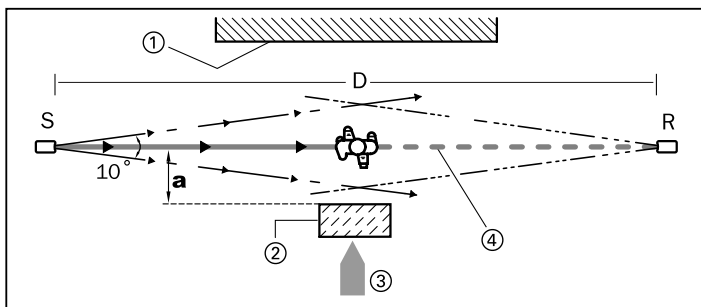
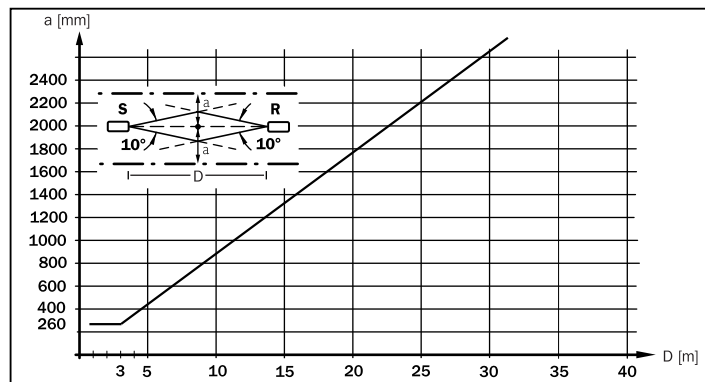

Fig 2-3: Distanza minima **a** rispetto a superfici riflettenti, montaggio e allineamento corretto
Fig. 2-4: Distanza minima **a** in funzione della distanza **D** per fotocellule di sicurezza **a** monoraggio con Test
4. Superfici riflettenti presenti, posate o montate entro il cono di emissione del ricevitore possono provocare la riflessione e quindi il mancato riconoscimento di un oggetto o di una persona. Per questo motivo tutte le superfici e gli oggetti riflettenti (per es. recipienti) devono avere una distanza radiale minima a rispetto all'asse ottico fra emettitore e ricevitore (vedere fig. 2-3 e fig. 2-4).